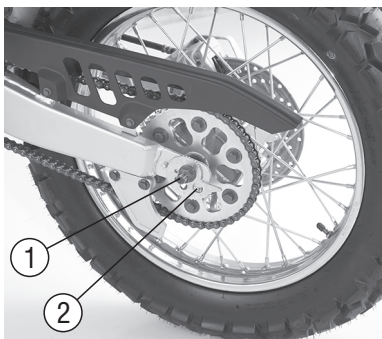

Рис. 17. Регулировка натяжения цепи
1. ослабьте гайку оси колеса (рис. 17, поз. 1);
2. равномерным поворотом секторов - натяжителей (рис. 17, поз. 2), расположенных на правой и левой сторонах маятниковой вилки, отрегулируйте необходимое натяжение цепи;